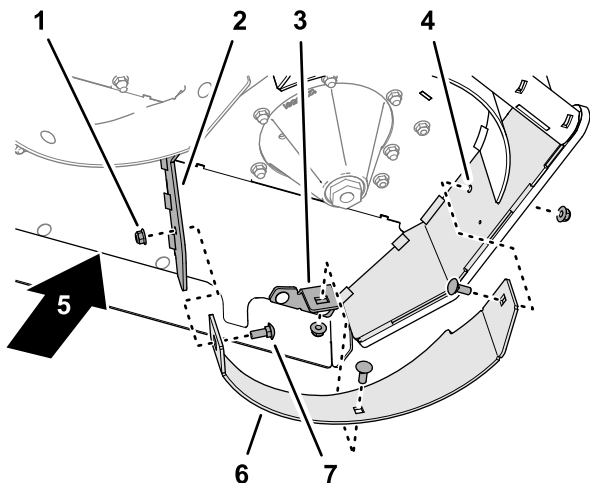

Figura 41
1. Sul fondo del lato sinistro del piatto di taglio, rimuovete i 3 bulloni a testa tonda ($\frac{3}{8}$ " x 1") e i 3 dadi di bloccaggio flangiati ($\frac{3}{8}$ ") che fissano il deflettore sinistro alla piastra laterale del piatto di taglio, al supporto del deflettore sinistro e al separatore sinistro, quindi rimuovete il deflettore sinistro (Figura 41).